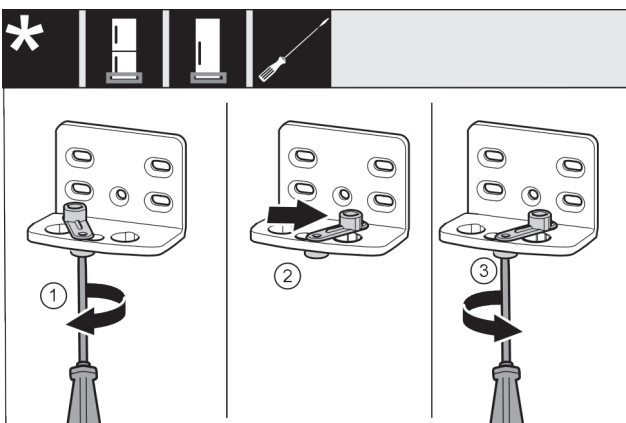

Fig. 14
- Vijake Fig. 14 (1) rahlo privijte z izvijačem.
- Privzdignite pripomoček za zapiranje vrat Fig. 14 (2) in ga v luknji zavrtite za 90° v desno.
- Zategnite vijak Fig. 14 (3) z izvijačem.